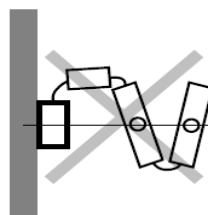
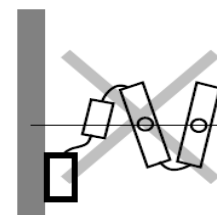

Abb. 3b - falsch
Abb. 3c - falsch
C. Falsche Anbringung der seitlichen Rinnen (siehe Fehlervermeidung Abb.3b und Abb.3c).